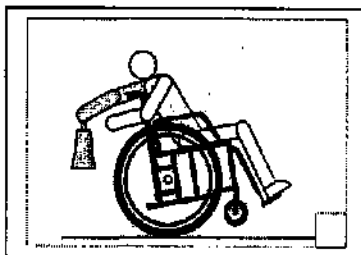

Рис. 11
6.8. Во избежание опрокидывания следует соблюдать осторожность, когда пытаетесь дотянуться до предметов, находящихся сзади (рис. 11).